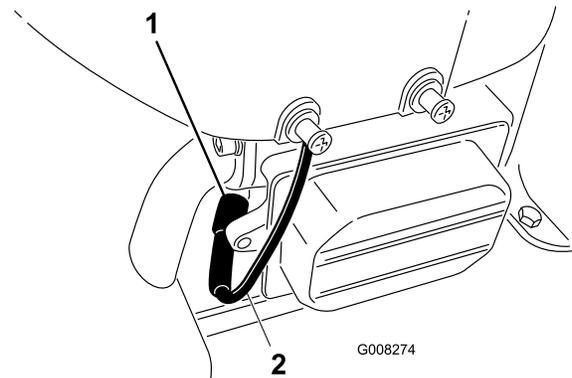

Figura 26
- Desconecte el cable de la bujía (Figura 26).
- Retire la bujía y la arandela de metal (Figura 26).
3. Conecte el cable de la bujía (Figura 26).